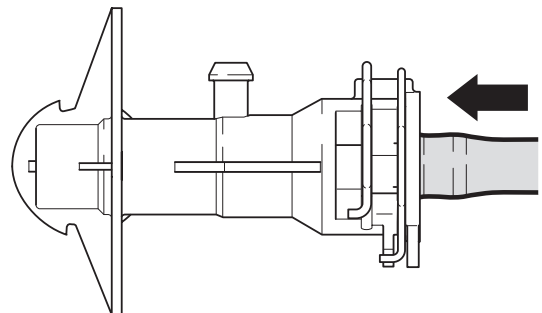

Рисунок 4: С вставленным соединителем и закрытыми зажимами отверстие для удаления воздуха закрыто
9. Вставьте магистраль до упора (Рис. 4)